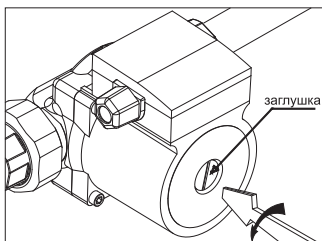

Рис.10 Удаление воздуха из насоса
- Выкрутить винт и ослабить заглушку для удаления воздуха, защитив электрические части от попадания жидкости или пара **Рис.10**;